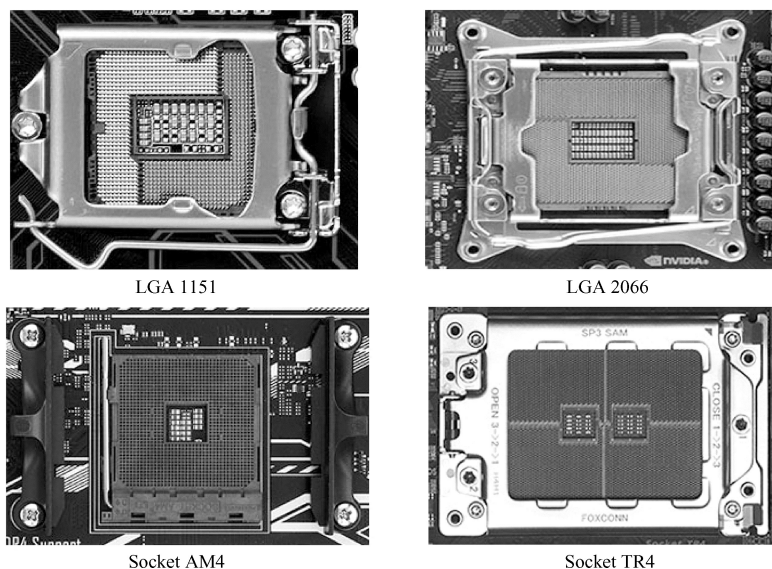

图 3-22 Intel 和 AMD 公司典型的 CPU 插座
(1) Socket 754 (2003 年推出) 支持 Athlon 64 的低端型号和 Sempron (闪龙) 的高端型号。
(2) Socket 939 (2004 年推出) 支持 Athlon 64 以及 Athlon 64 FX 和 Athlon 64 X2, 但不支持 DDR2 内存。
(3) Socket AM2 (2006 年推出) 支持 DDR2 内存、AMD 64 位桌面 CPU 的接口标准, 具有 940 根 CPU 针脚, 支持双通道 DDR2 内存、低端的 Sempron、中端的 Athlon 64、高端的 Athlon 64 X2 以及顶级的 Athlon 64 FX 等全系列 AMD 桌面 CPU。
(4) Socket AM2+ (2007 年推出) 具有 940 根 CPU 针脚, 在 AM2 的基础上支持 HyperTransport 3, 数据带宽达到 4.0~4.4GT/s, 支持 AM2 处理器并兼容 AM3 处理器。
(5) Socket AM3 (2009 年推出) 具有 938 根 CPU 针脚, 在 AM2+ 的基础上支持 DDR3 内存, 支持 AM3 处理器。
(6) Socket AM3+ (2011 年推出) 又称 Socket AM3b, 是取代上一代 Socket AM3 并支持 32nm 处理器 AMD FX (代号 Zambezi)。AM3+ 支持 HyperTransport 3.1, CPU 有 938 支针脚。AM3+/AM3 CPU 内置的内存控制器能支援 DDR3, 不同的是 AM3 最高只支持至 DDR3-1600, AM3+ 则推进至 DDR3-2133。
(7) Socket FM1 (2011 年推出) 针脚有 905 个, 支持 HyperTransport 3.2 第 1 代 APU 系列的 CPU。
(8) Socket FM2 (2012 年推出) 是 FM1 的升级, 针脚有 904 个, 适用于代号为 Trinity 及 Richland 的第 2 代 APU 处理器。
(9) Socket AM4 (2016 年推出) 针脚数量为 1331 个, 支持 AMD 锐龙处理器、第 7 代 A 系列处理器和速龙处理器。
(10) Socket TR4 (2017 年推出), TR 是 Threadripper (AMD 顶级处理器) 的缩写, 4 为 4 代, Socket 为插槽, 有 4094 个触点, 支持 AMD 锐龙 Threadripper 处理器。Intel 和 AMD 公司典型的 CPU 插座如图 3-22 所示。